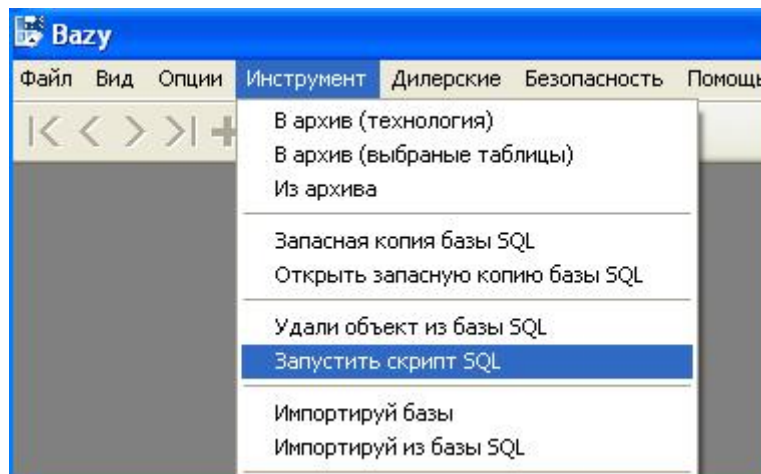

Рисунок 33. Запуск скрипта SQL
- **Запустить скрипт SQL** – этот параметр запускает скрипт SQL (рис. 33). Если появляется необходимость получить дополнительную ин-